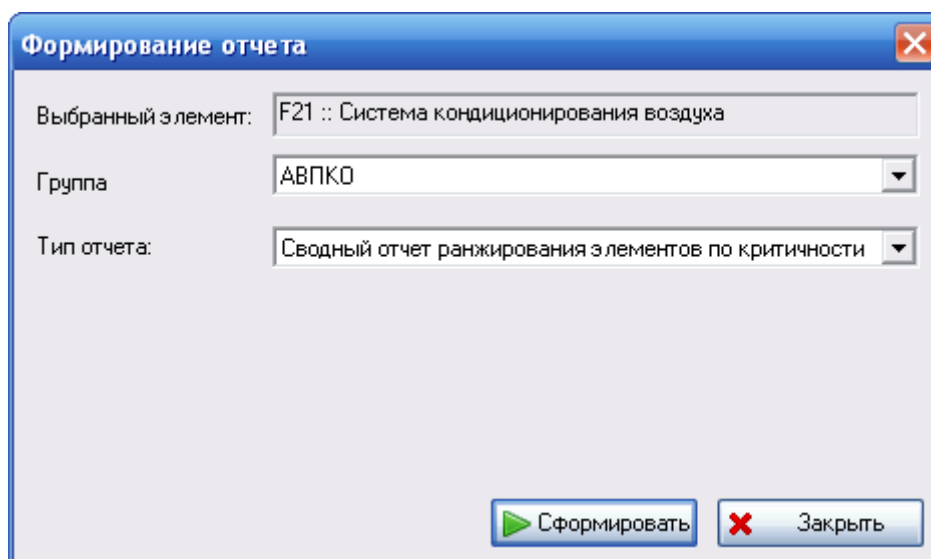

Рис. 5-55
2. На панели инструментов нажмите на кнопку **Создать отчет** . После этого откроется окно **Формирование отчета** (рис. 5-55).